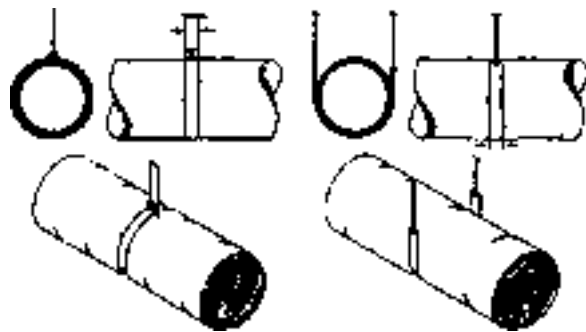

Рис. 4.2.
- Как правило, воздуховод является очень гибким и легко деформируется. При деформации внутренний диаметр уменьшается, а падение давления возрастает. Особое внимание креплению воздуховодов следует уделять в случае использования хомутов. Используйте хомуты соответствующего диаметра и обеспечьте, чтобы хомут поддерживал воздуховод не менее, чем на половине диаметра (см. рис. 4.2).